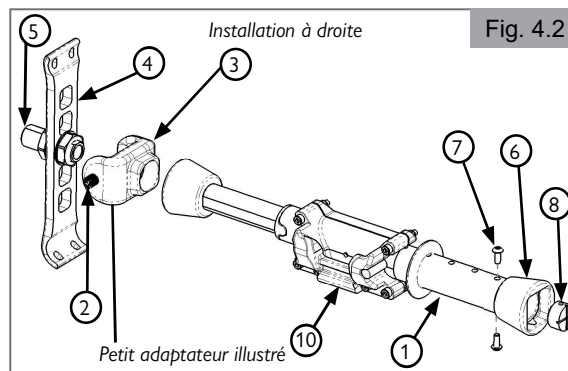
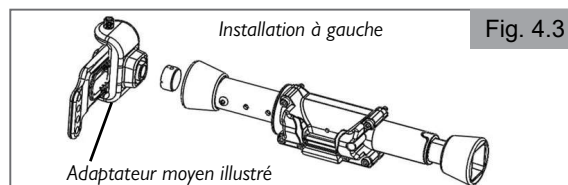

Fig. 4.2
Fig. 4.3
Pour les fauteuils roulants pliants (Fig. 4.2 - Fig. 4.7)
Remarque : La barre pour fauteuil pliant est expédiée depuis l'usine en configuration de montage à droite (Fig. 4.2). Pour retourner l'unité réceptrice (10), desserrez et retirez les vis de l'unité réceptrice. Retournez l'unité réceptrice de sorte que la bulle de niveau soit du même côté que la bague de connexion en laiton. La configuration de montage à gauche est illustrée à la Fig. 4.3.